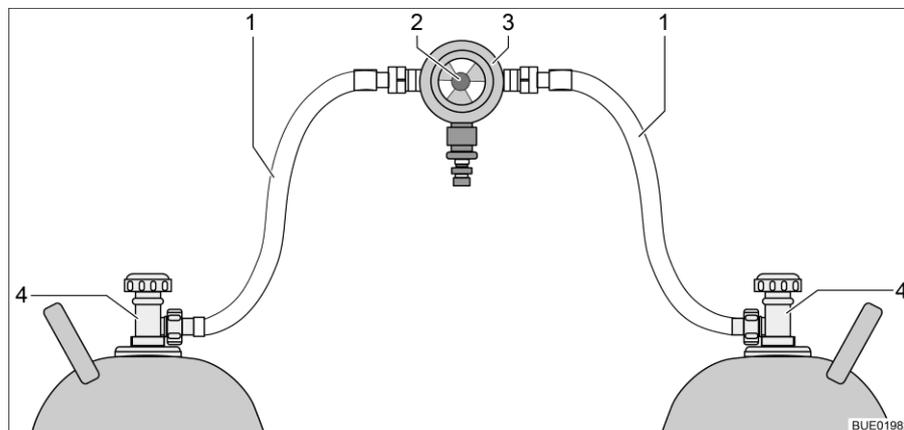
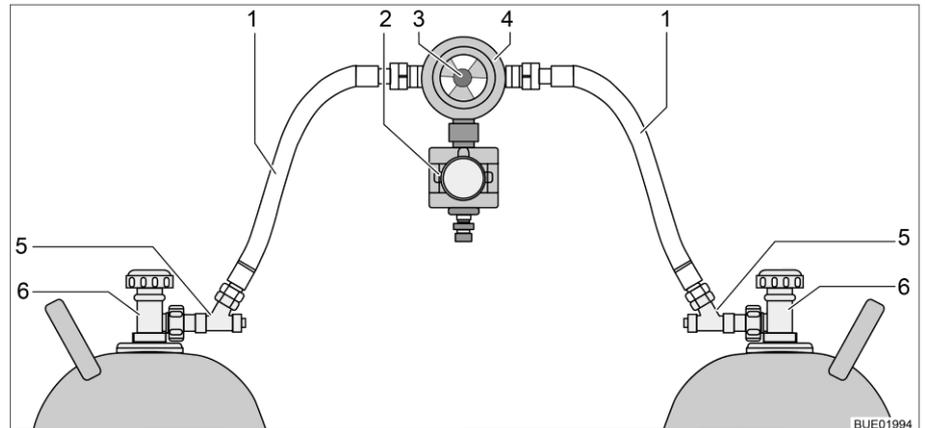

Fig. 182 Impianto di commutazione per bombole del gas
Fig. 183 Impianto di commutazione per bombole del gas con CPU
L'impianto di commutazione per bombole del gas è formato da un regolatore di pressione del gas combinato con valvola di commutazione e indicazione (Fig. 182,3). L'impianto di commutazione per bombole del gas è montato tra i due tubi del gas (Fig. 182,1).
L'impianto di commutazione per bombole del gas è formato da un regolatore di pressione del gas combinato con valvola di commutazione e indicazione (Fig. 183,4) e una elettrovalvola (Fig. 183,2). In caso di frenata brusca, incidente o inclinazione straordinaria, l'elettrovalvola blocca l'alimentazione del gas al veicolo. L'impianto di commutazione per bombole del gas è montato tra i due tubi del gas (Fig. 183,1) con dispositivi antirottura del tubo flessibile (Fig. 183,5).
L'impianto di commutazione per bombole del gas garantisce una pressione del gas costante, indipendentemente da quale bombola provenga l'alimentazione del gas. L'indicatore nella valvola di commutazione indica il livello di riempimento della bombola in uso. Se l'indicatore è verde, il rifornimento di gas viene fatto dalla bombola in uso. Quando l'indicatore è rosso, la bombola in uso è vuota. Il rifornimento di gas avviene poi tramite la bombola di riserva. Con la manopola (Fig. 182,2 o Fig. 183,3) sull'impianto di commutazione per bombole del gas è possibile stabilire quale delle bombole del gas viene utilizzata come bombola in uso e quale come bombola di riserva.
Sulla centralina di controllo (Fig. 184) possono venire azionate solo le funzioni elettriche. Le valvole principali di arresto delle bombole del gas (Fig. 182,4 o Fig. 183,6) devono essere aperte manualmente.
- Aprire le valvole principali di arresto delle bombole del gas (Fig. 182,4 o Fig. 183,6).
- Premere i dispositivi antirottura del tubo flessibile (Fig. 183,5) uno dopo l'altro per 10 secondi.
- Con la manopola (Fig. 182,2 o Fig. 183,3) sull'impianto di commutazione selezionare la bombola del gas, da cui deve provenire la principale alimentazione del gas (bombola in uso). Girare la manopola fino all'arresto.
- Chiudere le valvole principali di arresto delle bombole del gas (Fig. 182,4 o Fig. 183,6).